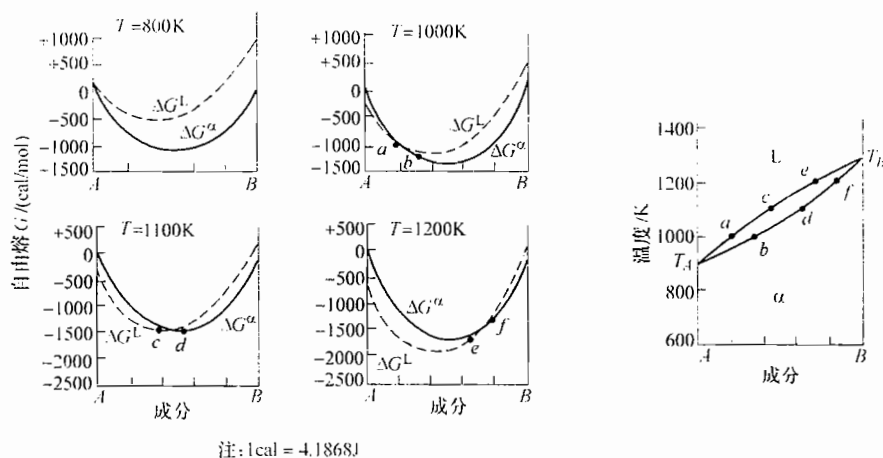

图 38-3 第六题第 1 小题解答图
1. 如图 38-3 所示，作图步骤如下：
①建立不同温度下的各相的自由焓-成分曲线。